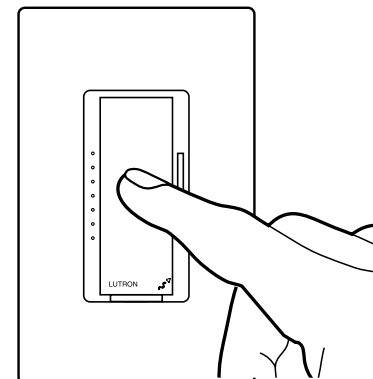

Figure 1
a. Appuyez et maintenez le bouton poussoir du gradateur/commutateur (**Figure 1**) pendant environ 6 secondes. Dès que les LED commencent à clignoter doucement, relâchez le bouton poussoir.